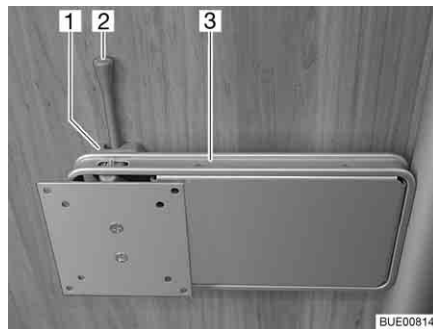
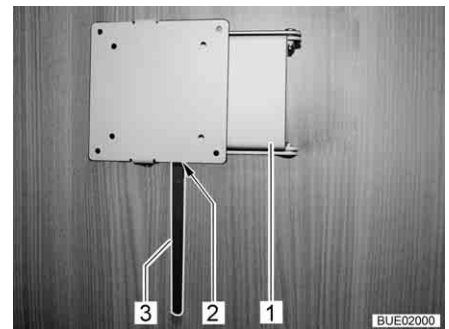

Bild 52 Halterung an Säule
Bild 53 Halterung an Säule (Alternative)
- Den Entriegelungshebel (Bild 52,2 bzw. Bild 53,3) zur Seite drücken und die Halterung (Bild 52,3 bzw. Bild 53,1) mit dem Flachbildschirm in die gewünschte Position drehen.
- Flachbildschirm zurückdrehen, bis die Halterung (Bild 52,3 bzw. Bild 53,1) in die Verriegelung (Bild 52,1 bzw. Bild 53,2) einrastet.